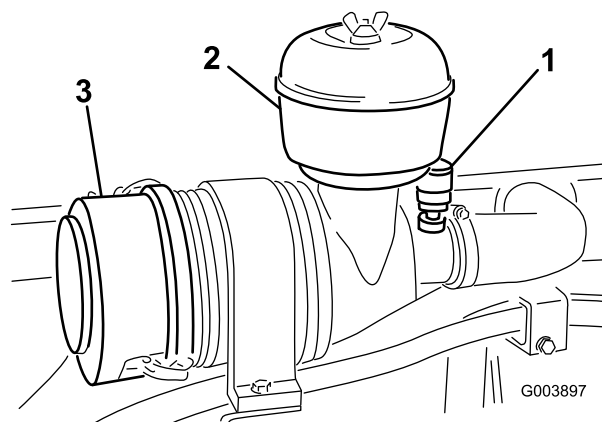

Figura 50
1. Retire o parafuso de aperto manual e a tampa do depósito do pré-filtro (Figura 50).
Efectue apenas manutenção ao filtro do ar quando o indicador de serviço no filtro de ar ficar vermelho (Figura 50).
1. Solte os trincos e retire a cobertura da estrutura do filtro de ar (Figura 50).
9. Reinicie o indicador (Figura 50) se este se apresentar vermelho.